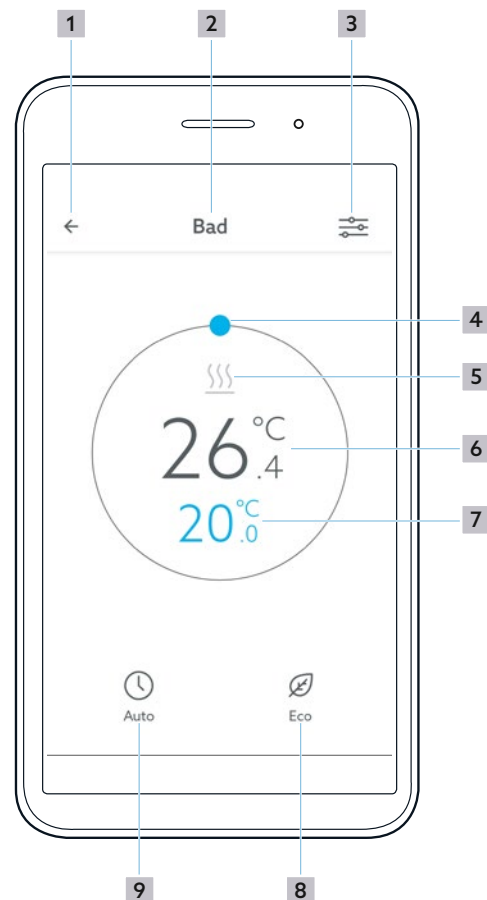

Abb. 14: ClimaCon F App Übersicht Raumthermostat
- 1 Tippen Sie auf dem Übersichts-Bildschirm für den Raumthermostaten, für den Sie Einstellungen vornehmen möchten, auf den Button „Menü Einstellungen aufrufen“ (Position 3 in Abb. 14 auf Seite 14).